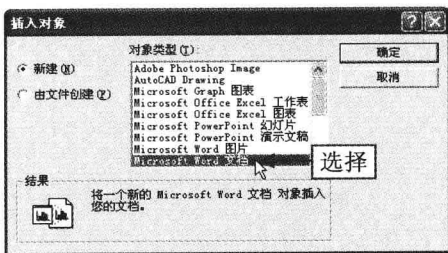

图 12-116 选择相应选项
Step 03 弹出“插入对象”对话框,在“对象类型”选项区中选择“Microsoft Word 文档”选项,如图 12-116 所示。